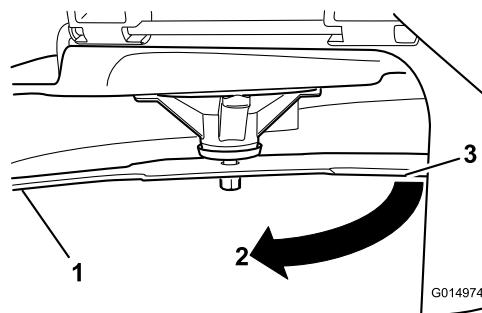

Bild 55
3. Zwischen Messer und Oberfläche gemessener Abstand (A)
4. Drehen Sie dasselbe Messer um 180 Grad, sodass die andere Schnittkante jetzt in derselben Stellung ist (Bild 55).